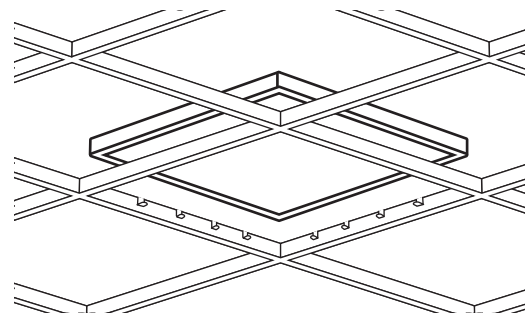
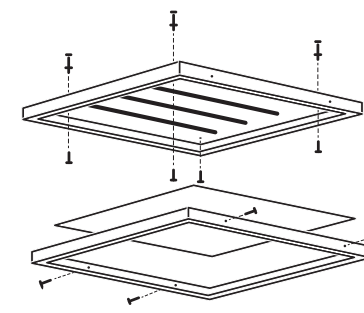

Рис. 1 Схема монтажа в потолок Грильято светильника PPL 588/G
Рис. 2 Схема накладного монтажа светильника PPL 588/G
1.6 Светильник предназначен для встраиваемого монтажа в потолки типа «Грильято» (см. рис. 1), а также на любые ровные поверхности накладным способом (см. рис. 2)
- 8.2 **Встраиваемый монтаж** в потолок типа «Грильято» производить согласно Рис.1
- 8.3 **Накладной монтаж** производить согласно Рис.2